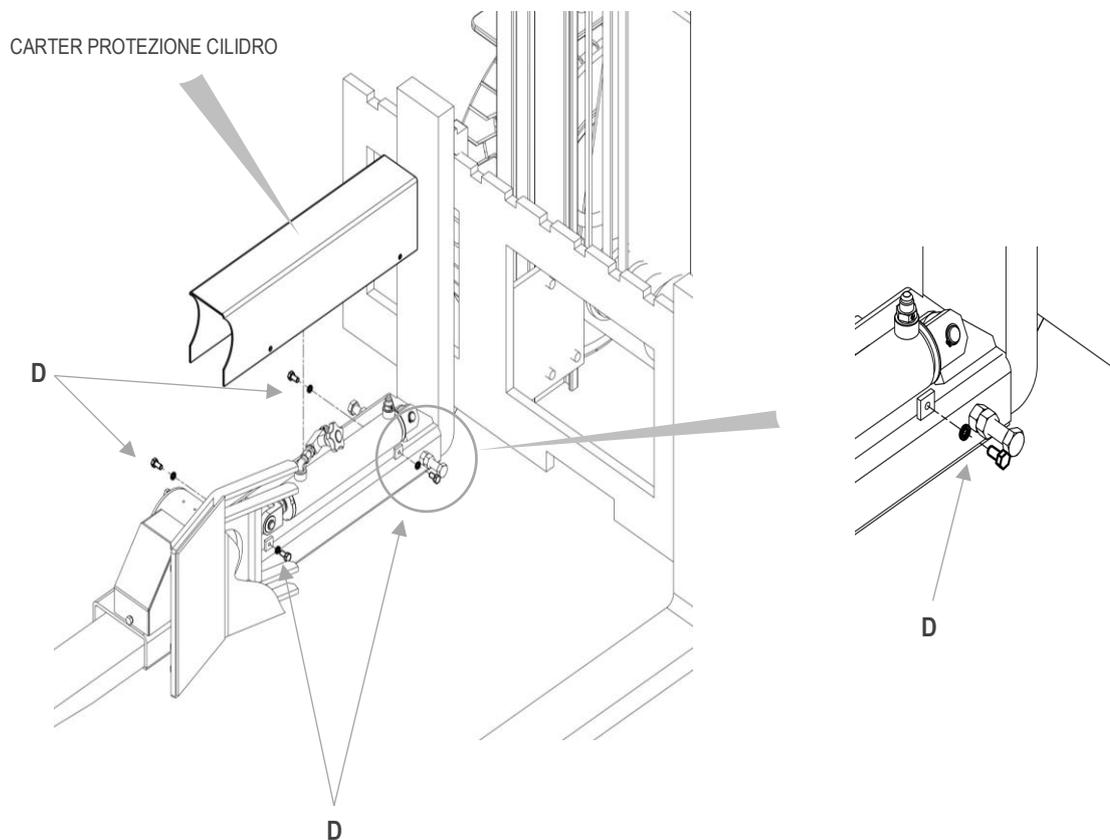

Figura 43
2. Svitare le viti **D** a lato del "carter di protezione cilindro" e rimuovere il carter (vedi Figura 43)